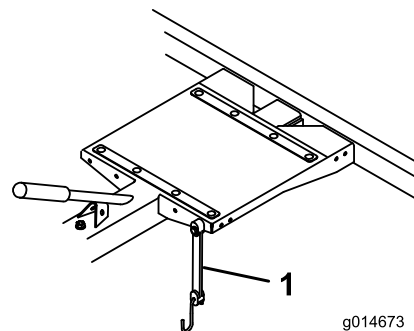

Bild 15
4. Befestigen Sie den Grünsmäher während des Transports mit einem Gummispanngurt auf dem Anhänger (Bild 15). Sie können den Gummispanngurt in verschiedene Befestigungslöcher versetzen, um es unterschiedlichen Mähern anzupassen.